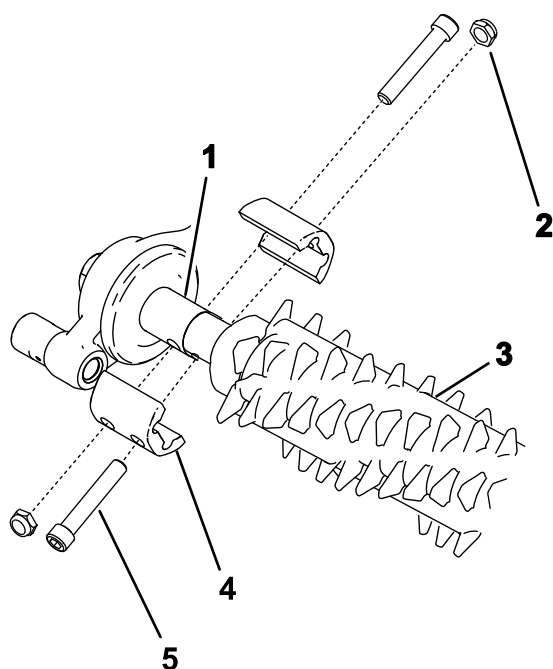

Figure 17
- Alignez le cylindre groomer sur le boîtier d'entraînement et le galet de tension (Figure 17).
- Fixez le groomer sur la machine comme montré à la Figure 17 et serrez les boulons à la main.